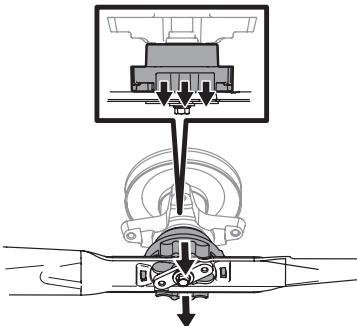

Figure 50
6. Vous entendrez un déclic lorsque la lame s'enclenche bien (Figure 50).